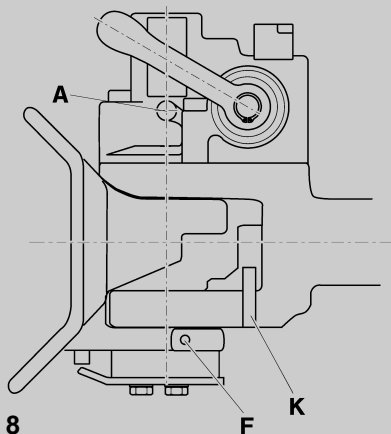

fig. 8
- En cas de conditions d'utilisation sévères, comme l'action de l'eau et de la boue, graissez le carter de verrouillage (A) avec l'attelage ouvert (voir fig. 8):
- Graissez le coussinet inférieur du pavillon (F) et le poussoir sur la face inférieure de l'attelage (K) avec de l'EP3.